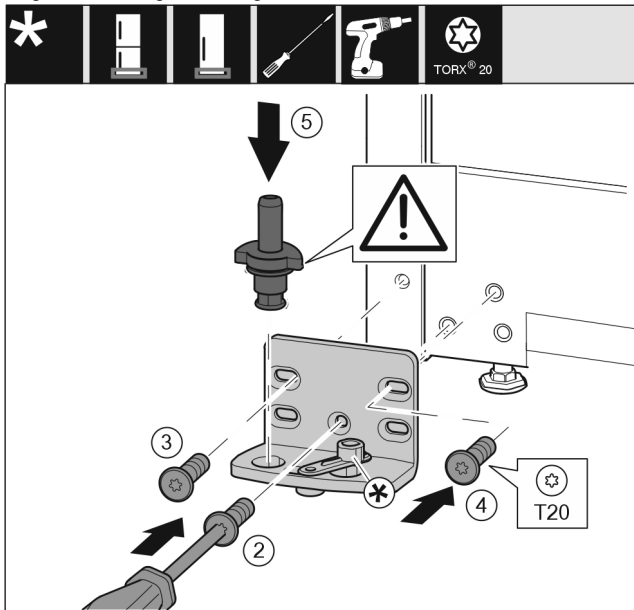

Fig. 36
- ▶ Sæt hængselkonsollen på i den anden side, og skru den fast med en skruetrækker T20. Begynd med skruen 2 fornedet i midten. *Fig. 36 (2)*
- ▶ Stram skruerne 3 og 4. *Fig. 36 (3,4)*
- ▶ Sæt hængselbolten helt i. Sørg i den forbindelse for, at låsekammen vender bagud. *Fig. 36 (5)*